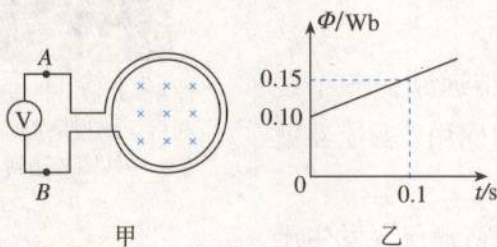

图 4.5-4 电压表读数是多少?
2. 如图 4.5-4 甲, 100 匝的线圈 (图中只画了 2 匝) 两端 A 、 B 与一个电压表相连。线圈内有指向纸内方向的磁场, 线圈中的磁通量在按图乙所示规律变化。